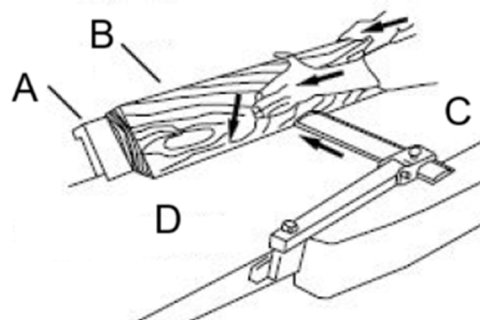

Abbildung 21
5. Führen Sie das Material durch die Messerwelle und stellen Sie sicher, dass die Oberfläche des Materials vollständig flach am Anschlag anliegt und die Kante einen festen Kontakt mit dem Ein- und Auslauftisch hat (Bild 21).